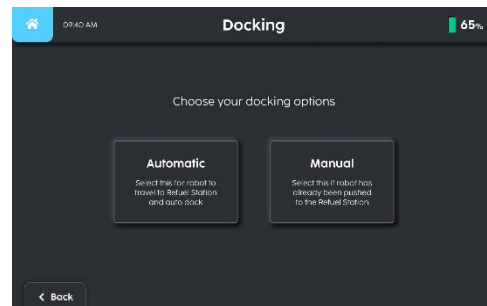

Fig. 2
3. Selecteer de manier van koppelen van de robot via Automatische of Handmatige modus (fig. 2).